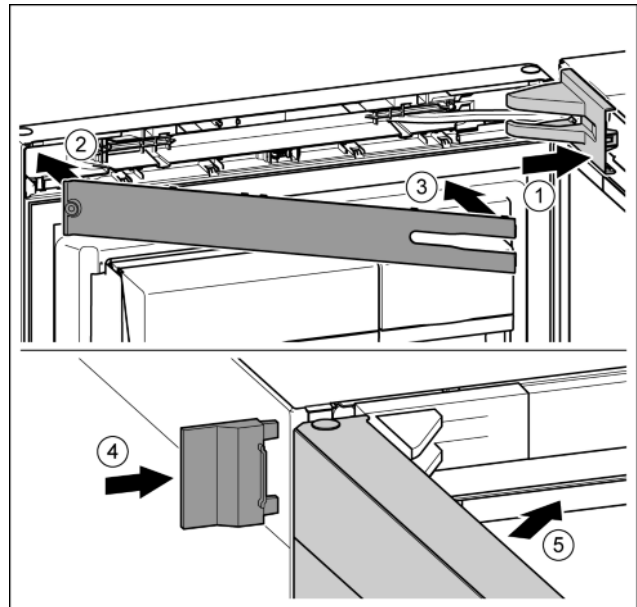

Fig. 42
- Lagerbockabdeckung aufsetzen und einrasten, ggf. vorsichtig auseinanderdrücken. Fig. 42 (1)
- Blende aufsetzen. Fig. 42 (2)
- Blende einschwenken und einrasten. Fig. 42 (3)
- Äußere Abdeckung aufschieben. Fig. 42 (4)
- Obere Tür schließen. Fig. 42 (5)